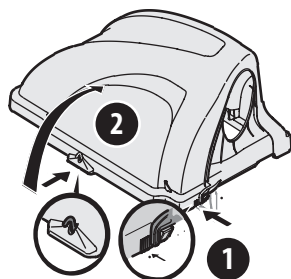

Figure 11
- Ouvrez le couvercle du bac récupérateur en pressant sur la patte arrière droite avec votre main droite comme indiqué par le point (1) de la Figure 11 et soulevez le couvercle à partir du milieu avec votre main gauche (2).